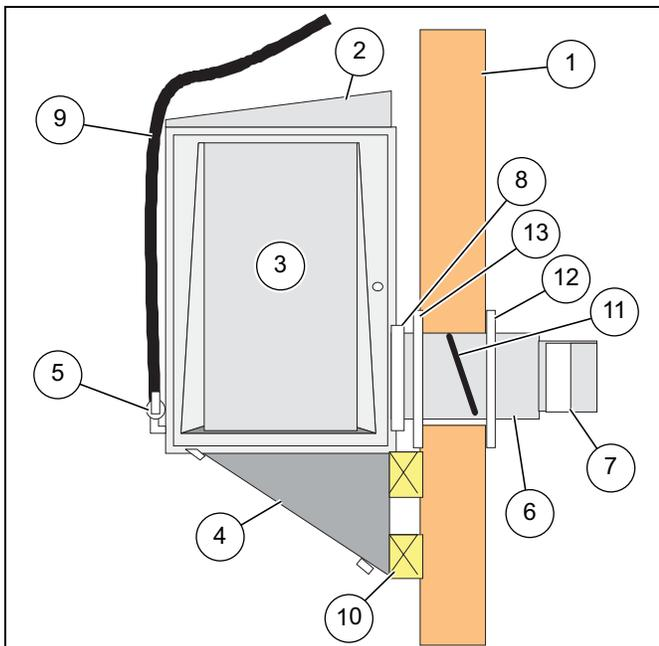

Figure 3F
7. Fixez l'ensemble du conduit d'extension de traversée (6) par l'ouverture dans le mur. Le rabat "anti-nuisible" (11), situé à l'intérieur du conduit d'extension de traversée, doit être positionné comme indiqué au Figure 3F à la Page 16.
8. Pliez la bride de fixation du conduit jusqu'à obtenir (8) un rectangle et fixez-le autour de la sortie d'échappement à l'avant du radiateur avec les vis à tôle fournies.